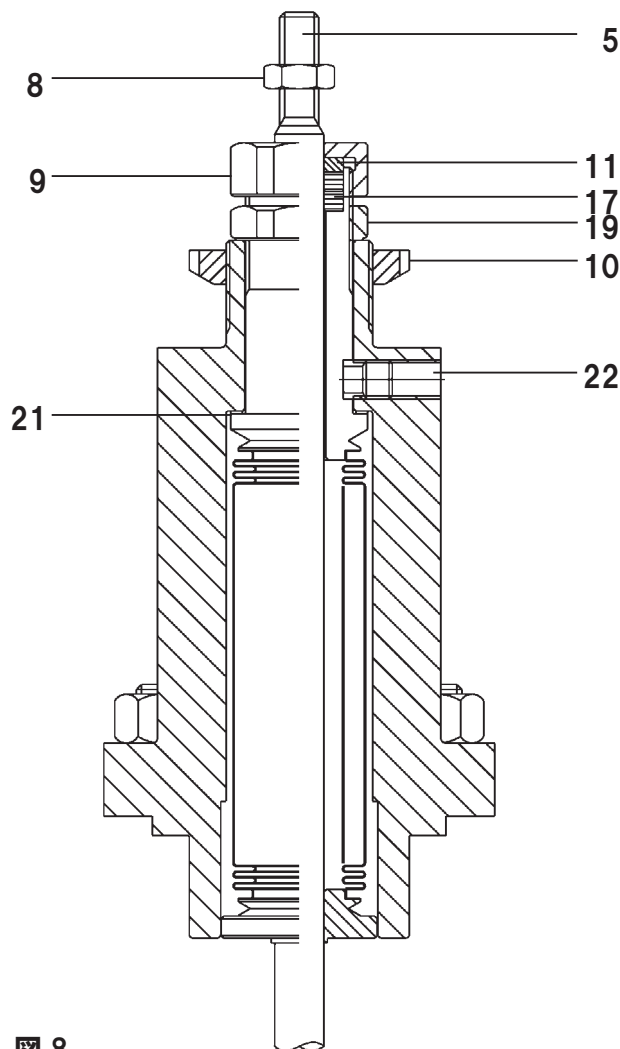

図 8
4.3.1 ベローズ・ステム・シールの交換手順 (図8参照)